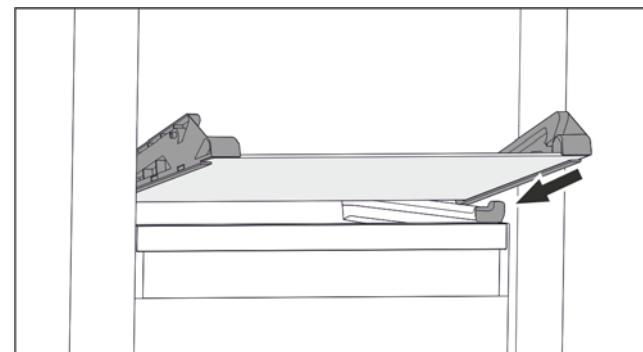

Fig. 64 Стеклянная пластина откидного выдвижного ящика
- Наклоняя вниз, установите стеклянную пластину за стопоры. (см. Fig. 64)